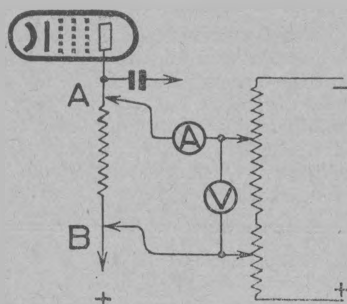

Fig. 6.
Cette méthode permet, avec un voltmètre de qualité moyenne, de mesurer les tensions comme si l'on disposait d'un voltmètre ayant une résistance infinie, c'est-à-dire sans perturber le circuit étudié. Nous croyons bon de la rappeler car, à l'usage, et malgré sa complication apparente, elle nous a permis de déceler et de remédier aux défauts de mise au point de postes dont l'entretien était devenu ruineux. Le principe utilisé consiste à mettre en opposition avec la tension à mesurer une tension que l'on peut mesurer sans précautions et pour laquelle on n'a pas à faire de corrections dues à la consommation propre du voltmètre. L'égalité des deux tensions est indiquée par un milliampèremètre sensible. Le montage est indiqué figure 6. Supposons, pour fixer les idées, que l'on veuille mesurer la chute de tension qui se produit dans la résistance montée dans le circuit de plaque d'une pentode montée en première amplificatrice basse fréquence. On sait que cette résistance, dont la valeur est généralement comprise entre 200.000, 500.000 ohms ou même quelquefois plus élevée, est nettement plus forte que celle du voltmètre dont on peut disposer. Si l'on branchait l'appareil entre les points A et B, la tension indiquée n'aurait qu'un rapport lointain avec
c) Il est bon de vérifier la source de tension anodique, en branchant un voltmètre, un milliampèremètre et une résistance de charge comme l'indique en traits pleins la figure 6. Les lampes sont allumées, mais le + HT est coupé à l'endroit indiqué, avant d'alimenter les lampes : c'est la résistance variable qui absorbera le courant anodique et permettra de faire varier la consommation. On observe les irrégularités dans le mouvement des aiguilles, au besoin en traçant la courbe des variations de voltage en fonction des variations d'intensité. Si la tension baisse trop vite quand on augmente le débit (comparer avec les courbes de la valve), il faut vérifier l'état de la valve et des lytiques de filtrage. Une tension correcte avec un courant trop important peut trahir un défaut d'isolement des lytiques : un milliampèremètre inséré dans un des fils qui y aboutissent le révèle, on ne doit pas lire plus d'un demi-milliampère (ici encore, toujours commencer par l'échelle la moins sensible pour ne pas griller le milliampèremètre en cas de court-circuit franc).